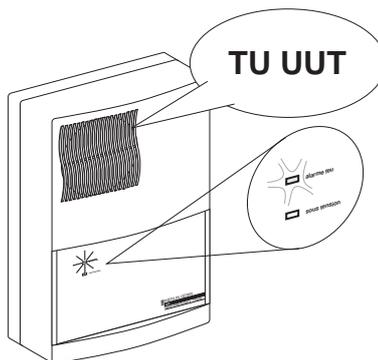

fig. 8
□ le voyant rouge s'allume (figure 8)